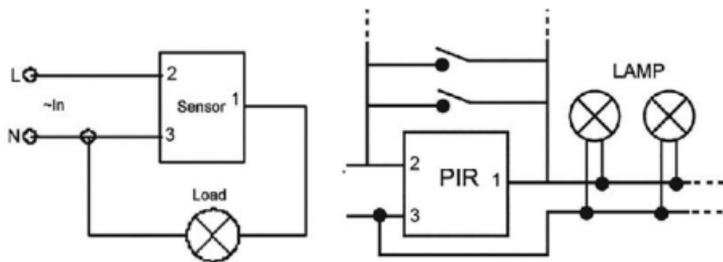

Fig.2
- 2.3 Conecte a corrente e o cabo de carga ao sensor de acordó com o diagrama de conexão (ver fig. 2).